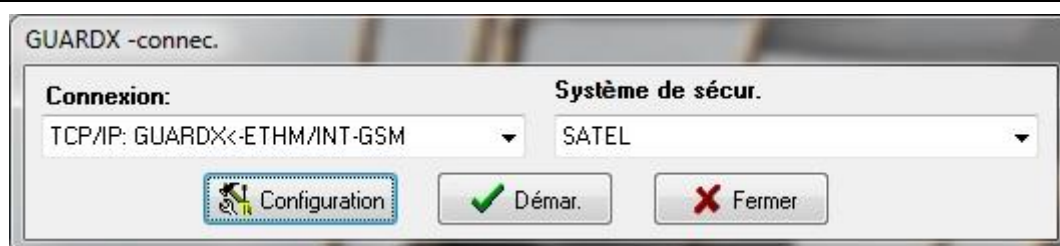

Fig. 29. Programme GUARDX : fenêtre de démarrage.
Pour configurer les paramètres liés à la communication avec le système d'alarme, cliquez sur le bouton « Configuration » dans la fenêtre de démarrage du programme GUARDX (Fig. 29).
1. Dans la fenêtre de démarrage (fig. 29), champ « Connexion », sélectionnez « TCP/IP : GUARDX<-ETHM/INT-GSM », et cliquez sur le bouton « Démarrer ». La fenêtre informant que le programme est en attente de connexion s'affichera.
1. Dans la fenêtre de démarrage (fig. 29), dans le champ « Connexion », sélectionnez « TCP/IP : serveur SATEL » et cliquez sur le bouton « Démarrer ».